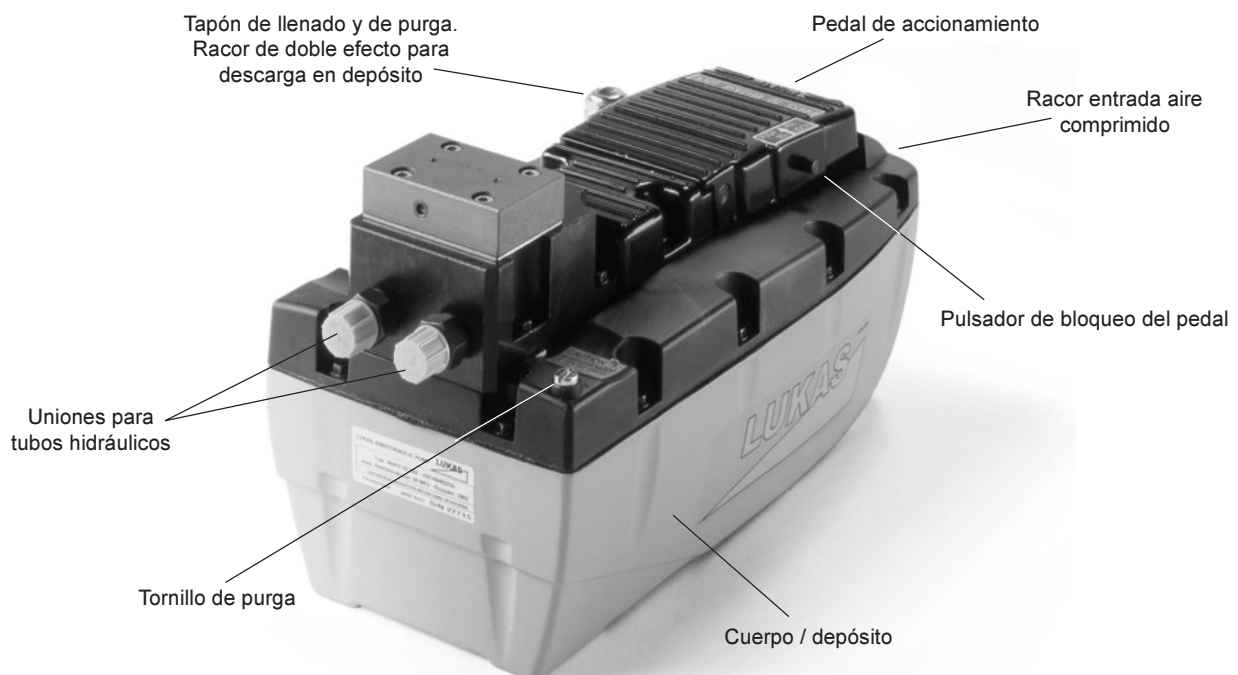

Fig.10
La Fig.10 ilustra los distintos componentes de la bomba.
- Con la ayuda de un destornillador de hoja plana, extraigan, hasta quitarlo, el tapón de llenado (fig.10, pág.27).
- Enrosquen en el racor de entrada para el aire comprimido (fig.10, pág.27) un racor rápido adecuado para su instalación, enrollando previamente la rosca con cinta de Teflón.